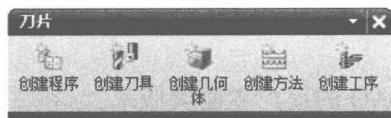

图 1-7 【刀片（插入）】工具栏
① 【刀片（插入）】工具栏。这个工具栏包含的是用于创建工序和 4 种节点的工具，如图 1-7 所示。